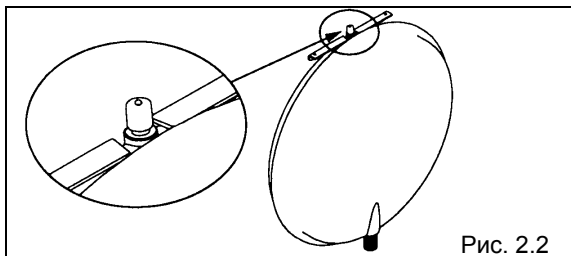

Рис. 2.2
– расширительный бак находится под давлением 1 бар. Снимите защитный колпачок с штуцера для контроля и зарядки, который находится в верхней части бачка (Рис. 2.2); с помощью манометра проверьте давление зарядки и при необходимости увеличьте давление компрессором.